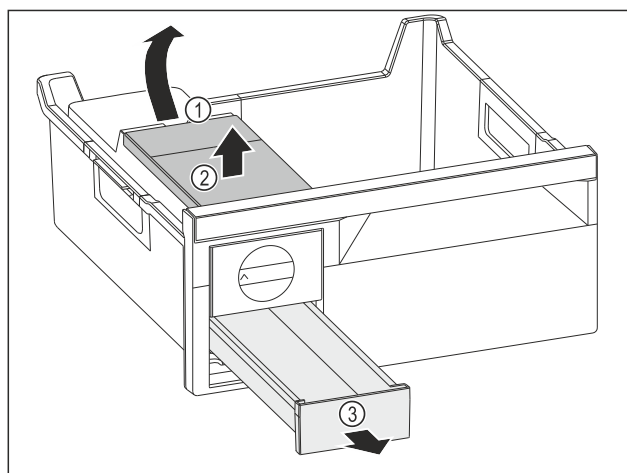

Fig. 129
- Estrarre il serbatoio dell'acqua: Sollevare il serbatoio dell'acqua nel vano Fig. 129 (1).
- Estrarre il serbatoio dell'acqua Fig. 129 (2) verso l'alto.
- Estrarre il cassetto del ghiaccio Fig. 129 (3) in avanti.